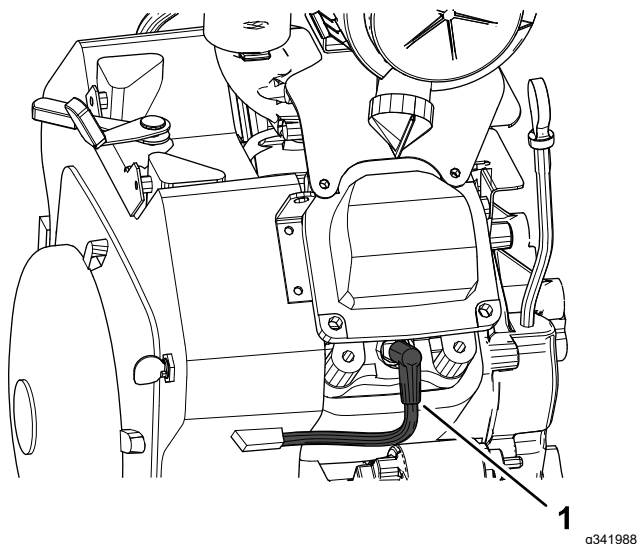

Figura 35
2. Limpie la zona alrededor de las bujías (Figura 35).
3. Desconecte los cables de las bujías (Figura 35).